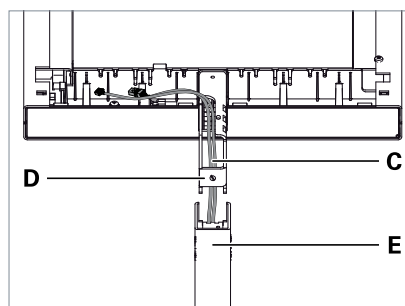

Fig. 2: Monter la tête du luminaire sur le bras vertical.
- ▶ Introduisez les câbles **C** par le bas dans le bras support **D** sur la tête du luminaire et enfoncez le bras de support entièrement dans le bras vertical **E**, voir Fig. 2.